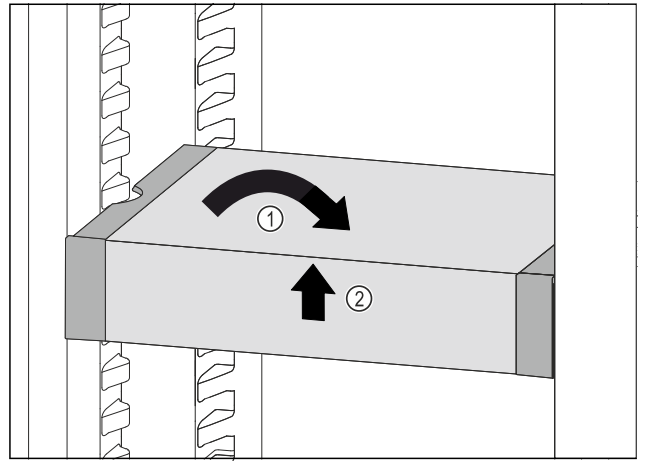

Fig. 113
- ▶ 将 VarioSafe 放平。 Fig. 113 (1)
- ▶ 抬起 VarioSafe 前部。 Fig. 113 (2)